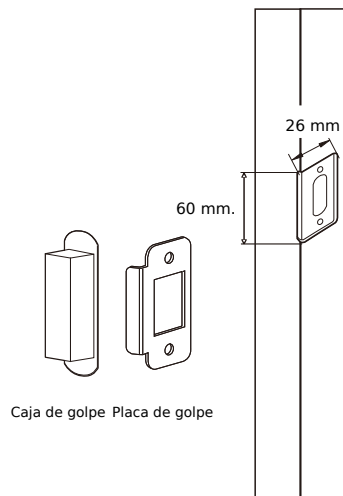
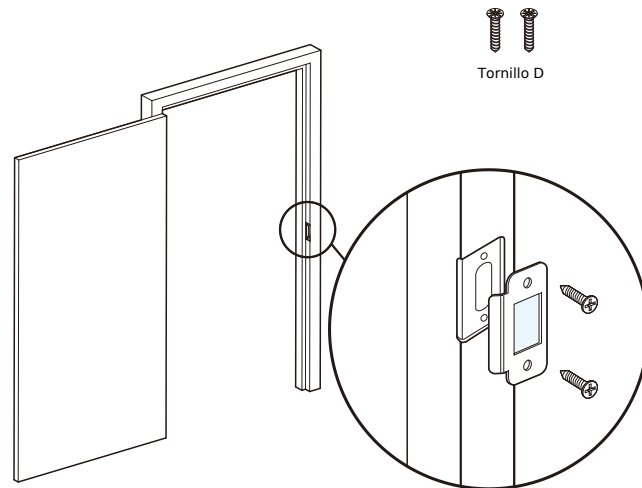

Fig. 2
Fig. 3
1. Como se muestra en la Fig. 2 y Fig. 3, perforo el orificio para instalar la caja de golpe. La profundidad del orificio debe ser de 15 mm y la longitud de 60 mm.
2. Instale la placa de golpe como se muestra en la Fig. 2. El ancho es de 26 mm y la longitud de 60 mm.
3. Como se muestra en la Fig. 3, coloque la caja de golpe en el orificio, cúbrala con la placa de golpe y apriete con el tornillo D.